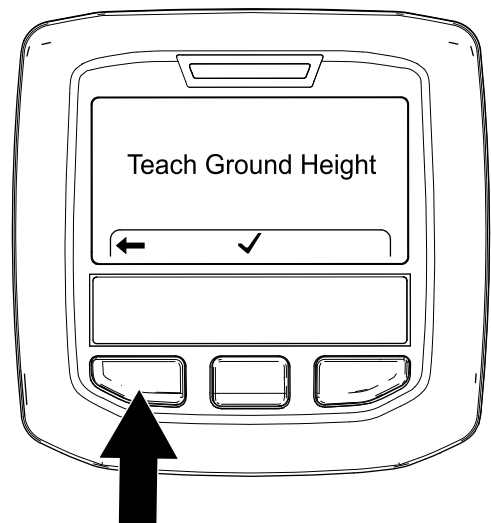

Figura 71
7. Premete il tasto sinistro dell'InfoCenter per uscire dall'applicazione Impostazione dell'altezza dal terreno (Figura 71).